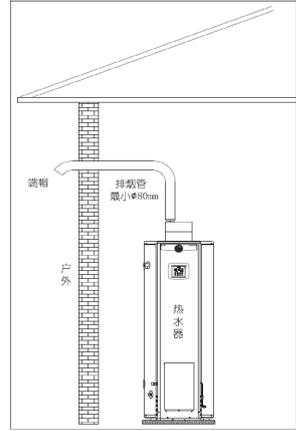

图6
- ◆ 排烟管连接如图6示，其直径应不小于80mm，总长度应不超过10个当量米。